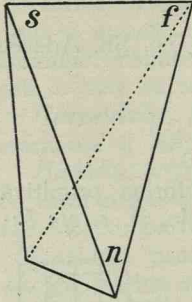

Fig. 190. Sfenoedrul.
V. **Forma hemiedrică** din acest sistem e **Sfenoedrul**, fig. 190. El derivă din piramidă, după cum derivă tetraedrul din octaedru, suprimând în piramidă 2 fețe sus și 2 jos, în mod altern.